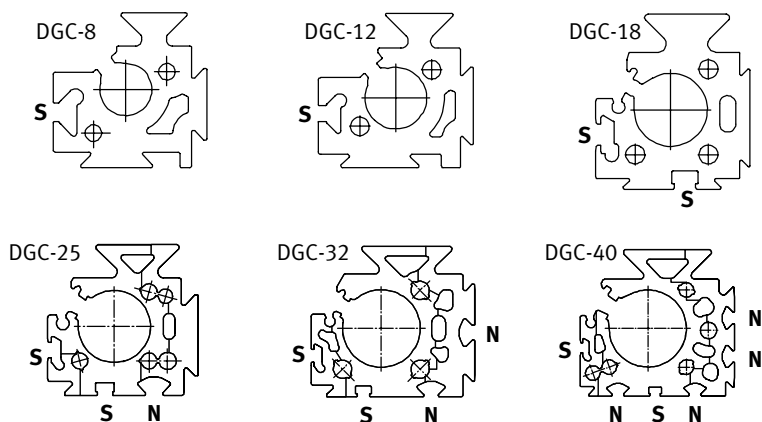

Fig. 22
- Utiliser les rainures S Fig. 22 pour la fixation des capteurs de proximité.
- Utiliser les rainures conformément à la Fig. 22 pour la fixation d'accessoires externes.